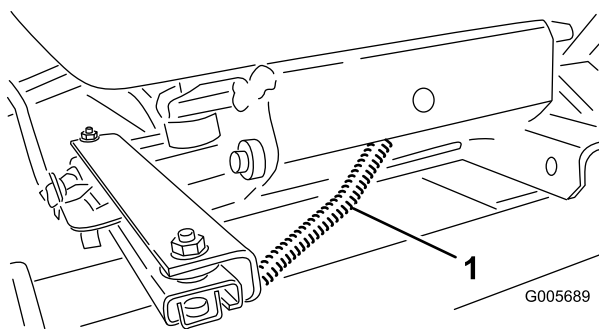

Bild 13
7. Verlegen Sie den Kabelbaum des Sitzschalters durch die Löcher in der Sitzstütze und der Sitzfederung (Bild 13). Stecken Sie den Kabelbaumanschluss in den Sitzschalteranschluss unten am Sitz.